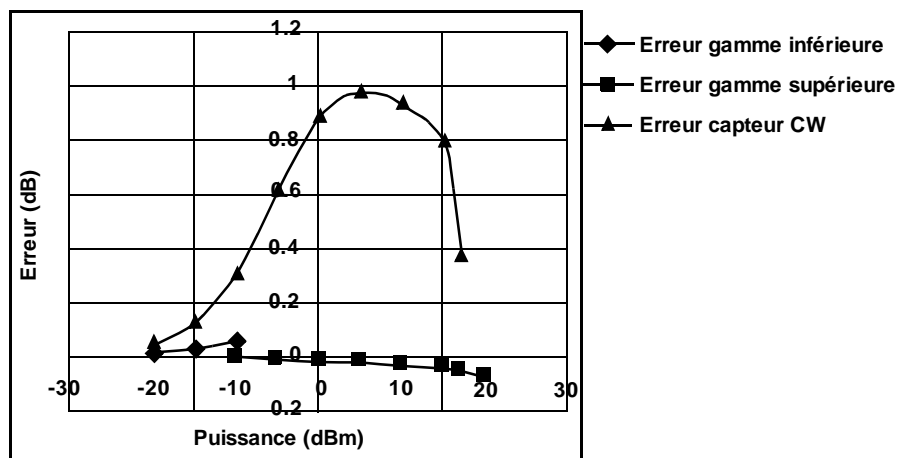
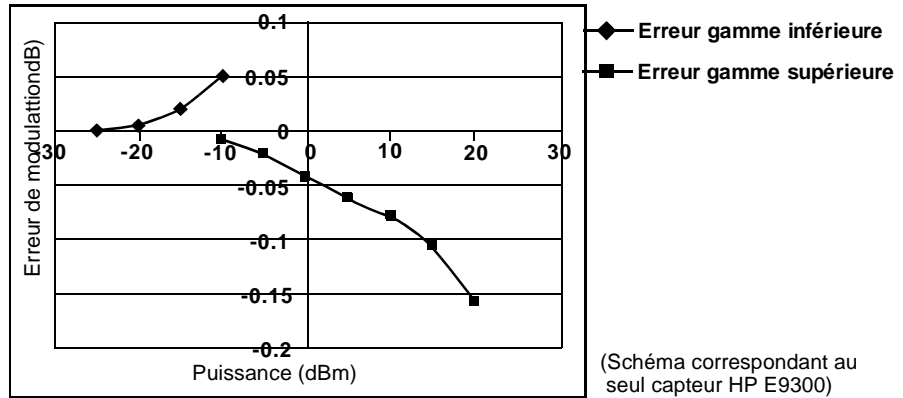

Figure 6
Figure 7
Les Figure 6 et Figure 7 montrent des résultats habituellement obtenus lors de la mesure d'un signal CDMA. Dans ces exemples, l'erreur est déterminée en prenant la mesure de la source à l'amplitude voulue, avec et sans modulation CDMA, en ajoutant de l'atténuation jusqu'à ce que la différence entre les deux valeurs cesse de varier. Le capteur d'onde entretenue (CW) de la figure 6 utilise des facteurs de correction pour corriger les niveaux de puissance au-delà de sa zone de fonctionnement quadratique.